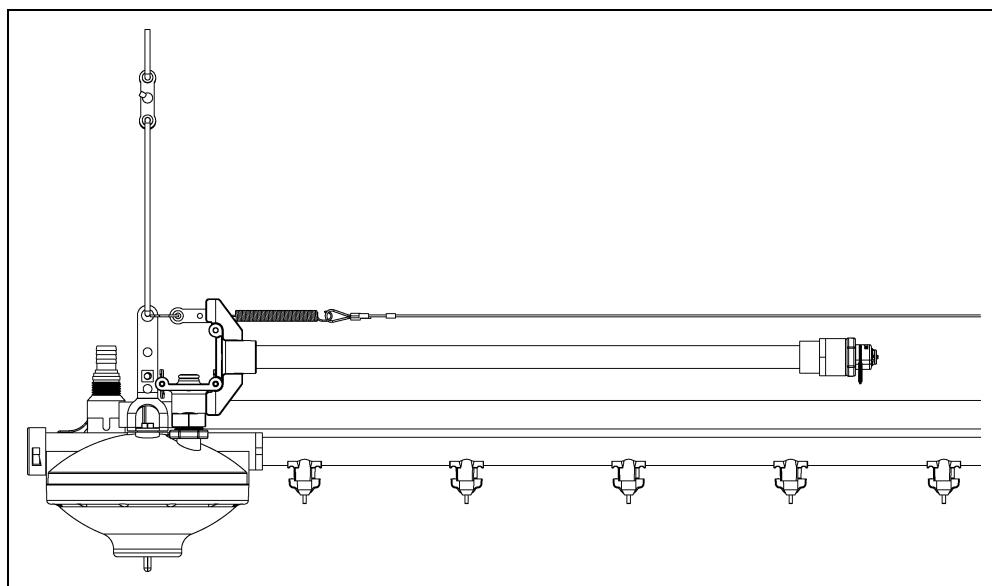

Рисунок 7O
1. Для лебедкой приложений, использующих жесткую смотровую трубу, удалите один быстрый штифт фиксатора и сложите смотровой трубы на  $90^\circ$ , как показано на Рисунок 7O. Повторно установите штифт, чтобы предотвратить потерю. Этот шаг позволит избежать в водовод быть лебедкой к потолку, обеспечивая максимальный зазор.